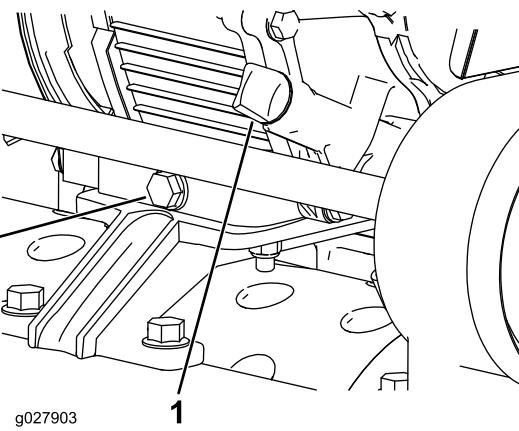

Figura 23
- Coloque a máquina de maneira a que o motor esteja nivelado e limpe a área à volta do medidor do nível de óleo (Figura 23).
2. Coloque um recipiente de drenagem na traseira da máquina, debaixo do tampão de escoamento (Figura 23).